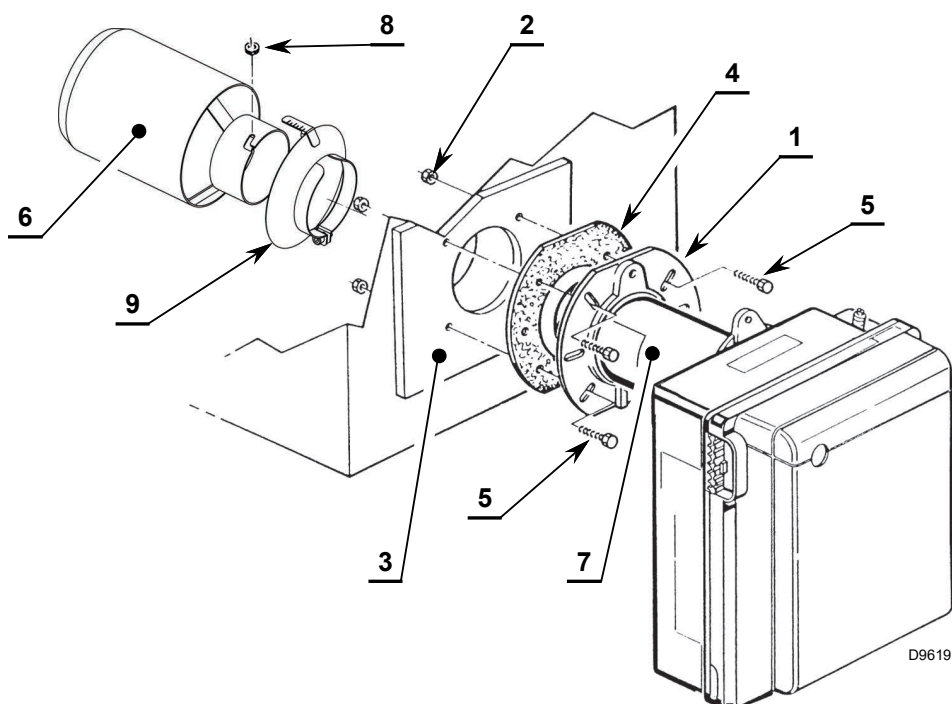

Abb. 10
- Mit den Schrauben 5) und (falls erforderlich) den Muttern 2) den Flansch 1) an der Kesseltür 3) mit Isolierdichtung 4)(Abb. 10) montieren.
- Das Rezirkulationsrohr 6) auf das Brennerrohr 7) schieben und mit der Mutter 8)(Abb. 10) befestigen.